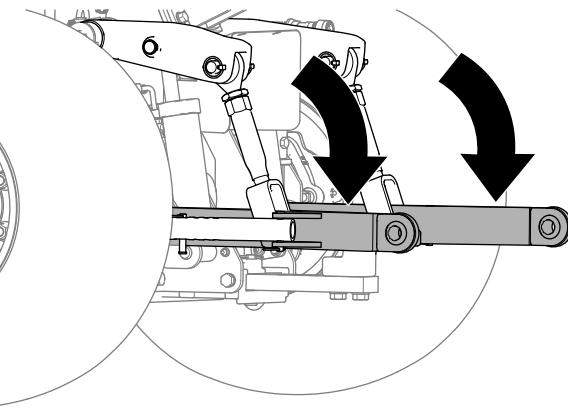

Figure 14
1. Abaissez les bras d'attelage inférieurs du groupe de déplacement (Figure 14).